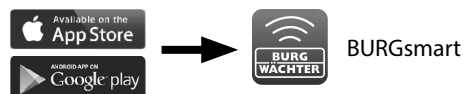

Fig. 1
- 1 Pour pouvoir configurer votre nouveau système de verrouillage, vous devez commencer par télécharger l'application *BURGS*mart. Vous la trouverez dans l'iOS App Store ou le Google Play Store (Fig. 1).